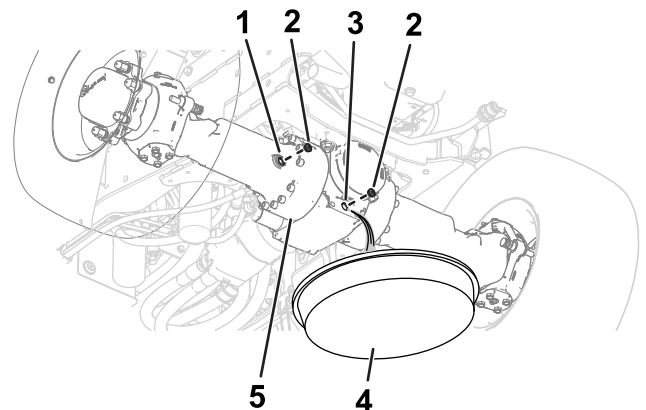
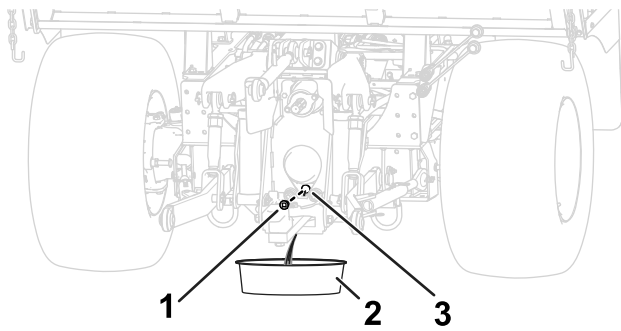

Bild 97
Bild 98
1. Stellen Sie eine Auffangwanne unter das Differentialgehäuse der Achse (Bild 97 und Bild 98).
- Entfernen Sie die Schrauben aus dem Schauglas und der Ablassöffnung im Differentialgehäuse der Achsen (Bild 97 und Bild 98).